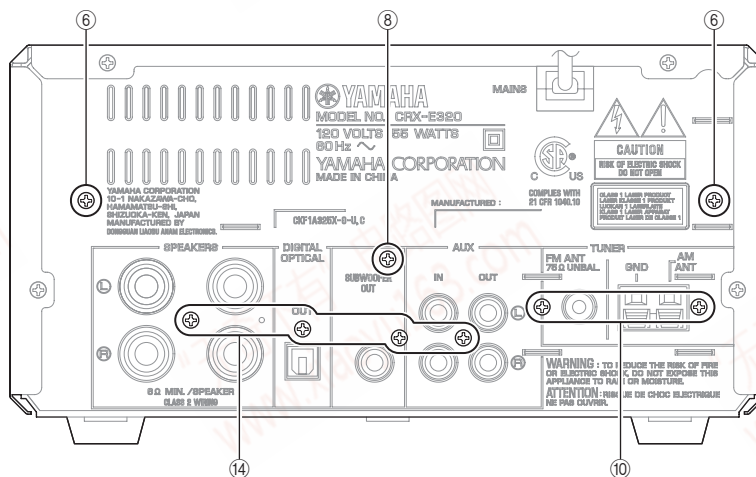

Fig. 4
- Remove 2 screws (⑥). (Fig. 4)
- Remove screw (⑧). (Fig. 4)
- ⑥のネジ2本を外します。(Fig. 4)
- ⑧のネジ1本を外します。(Fig. 4)
- Remove 2 screws (⑩). (Fig. 4)
- ⑩のネジ2本を外します。(Fig. 4)
- Remove 4 screws (⑭). (Fig. 4)
- ⑭のネジ4本を外します。(Fig. 4)